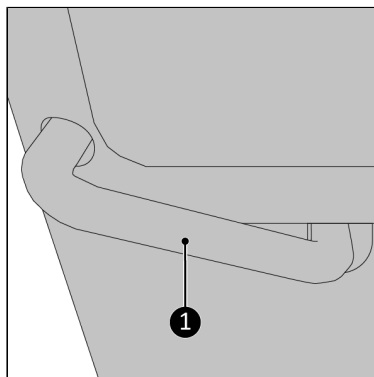

Figure 39.
1. Retirez le tuyau court préformé (Figure 39, pos. 1).